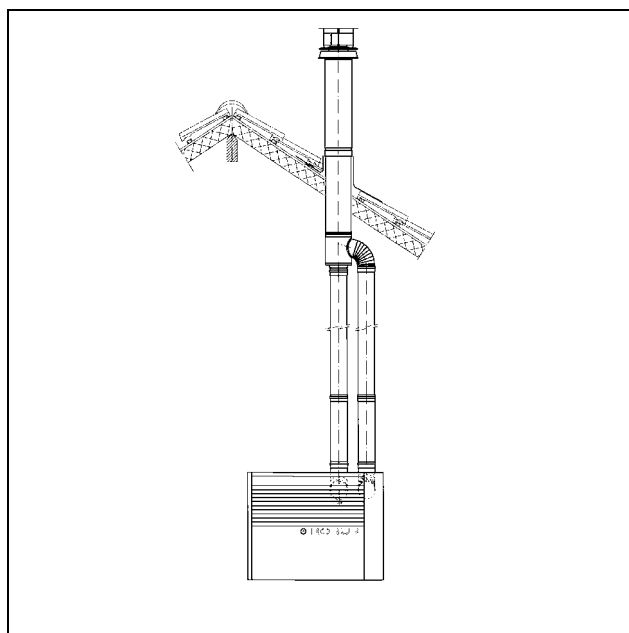

Рис. 9 – УСТАНОВКА ТИПА С32 С СООСНОЙ ТРУБОЙ, ВЫХОДЯЩЕЙ ЧЕРЕЗ КРЫШУ
- **тип установки C32** : дымоход и впуск воздуха для горения происходит посредством или коаксиального или отдельного вертикального трубопровода. Гарантируя, что устройство является полностью герметичным относительно помещения, в котором он установлен (смотри Рис. 9).